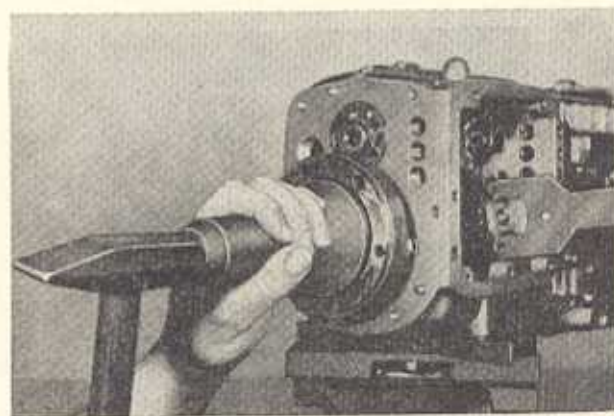

Bild G 68
1. Paßfeder für Freilauftrommel in die Vorgelegewelle einsetzen und Freilauftrommel mit Schlagbolzen W-86 927/1 aufschlagen (Bild G 68).